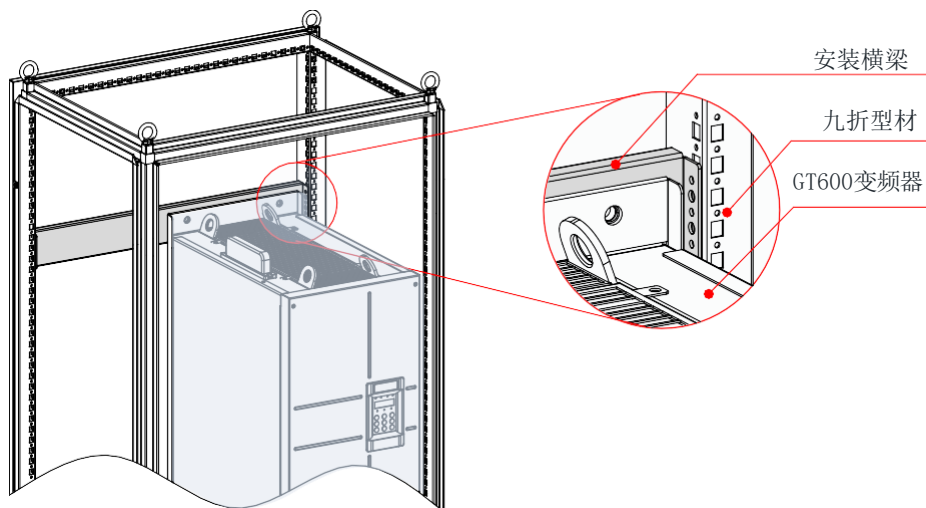

图 3-16 GT600-4T250G(-L)~GT600-4T450G(-L) 机柜 3D 示意图
- 2、GT600 250G(-L)~450G(-L) 装入九折型材600mm 深机柜时，安装横梁必须向内弯折（如图 3-16 所示），借用立柱的空间（在装 800mm 深或以上标准机柜时，无此限制）。